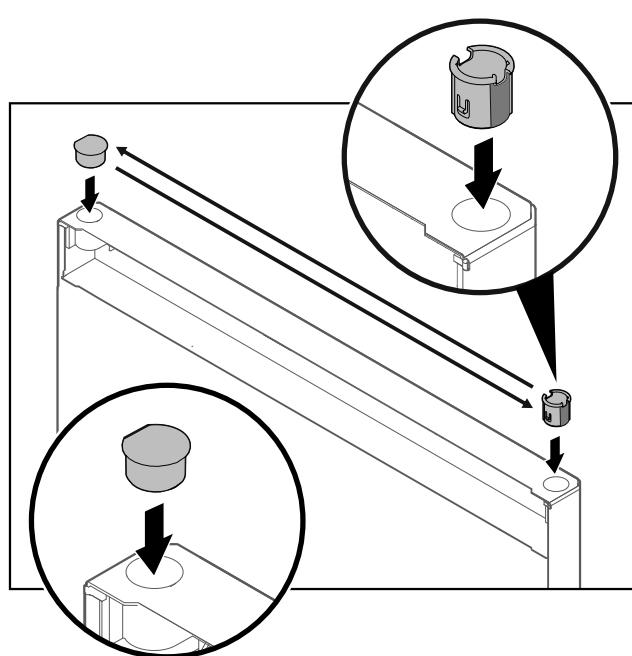

Fig. 28
- Витягніть шарнірну втулку Fig. 28 (1) пальцями.
- За допомогою шліцевої викрутки обережно підніміть заглушку Fig. 28 (2) та витягніть її.